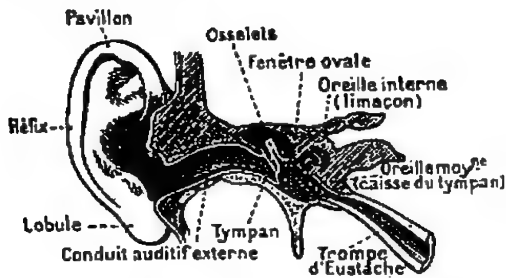

Fig. 159. — Coupe de l'oreille.
**7. L'oreille (fig. 159) est l'organe de l'ouïe.** — Elle comprend trois parties : l'oreille *externe*, l'oreille *moyenne* et l'oreille *interne*.